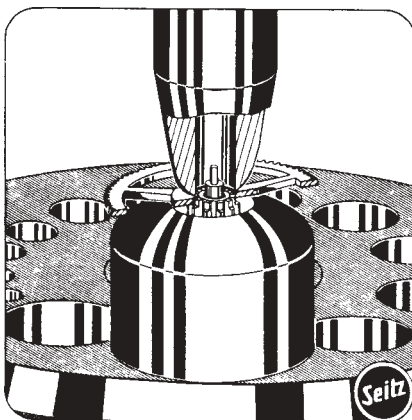

Abb. 101
b) Dient zum Richten von Rädern Dies kann auf zwei Arten erfolgen. Von oben wird ein gebohrter Rundpunzen mit kleiner Bohrung (Abb. 101) oder